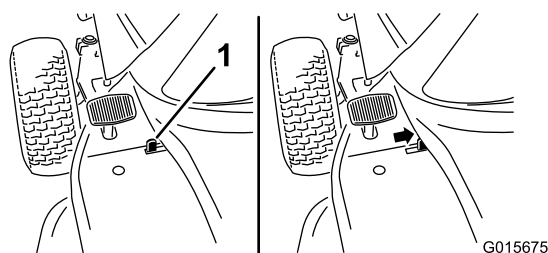

Figura 5
3. Fate scorrere in avanti la leva del freno di stazionamento (Figura 5) e alzate lentamente il piede dal pedale del freno.